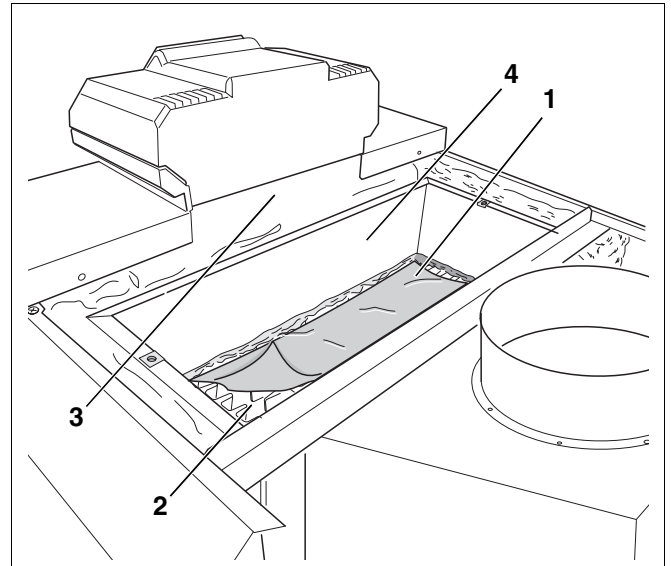
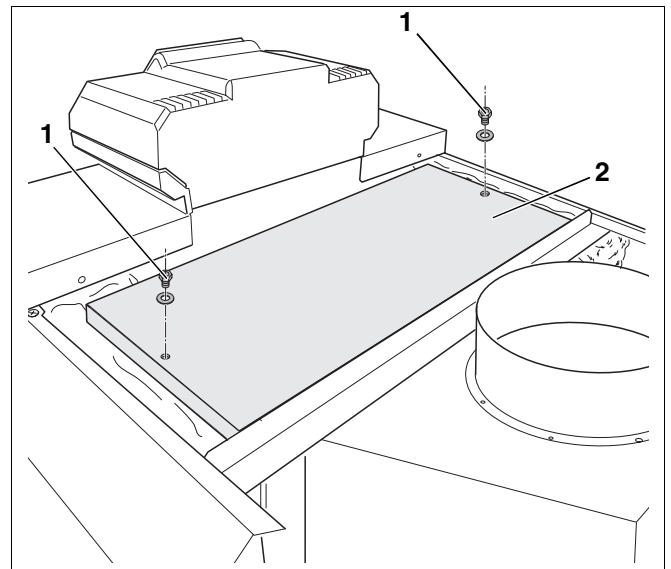

Abb. 14 Kesselblock abdecken (hier z. B. G334)
Abb. 15 Reinigungsdeckel montieren (hier z. B. G334)
- Pappe oder Ähnliches (Abb. 14, **Pos. 1**) aus der Strömungssicherung (Abb. 14, **Pos. 4**) entfernen.
- Reinigungsdeckel (Abb. 15, **Pos. 2**) auf die Strömungssicherung (Abb. 14, **Pos. 4**) legen.
- Reinigungsdeckel (Abb. 15, **Pos. 2**) mit den beiden Sechskantschrauben (Abb. 15, **Pos. 1**) verschrauben.